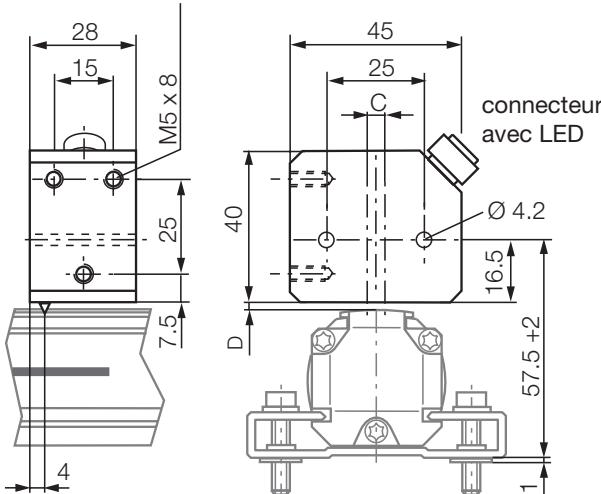

Fig. 3-5 : Capteur de position BTL5-P-4500-1 avec formation d'un champ électromagnétique (24 V/100 mA)
*La plage de mesure est décalée de 4 mm en direction de la prise/du câble BTL, → figure 3-5.*